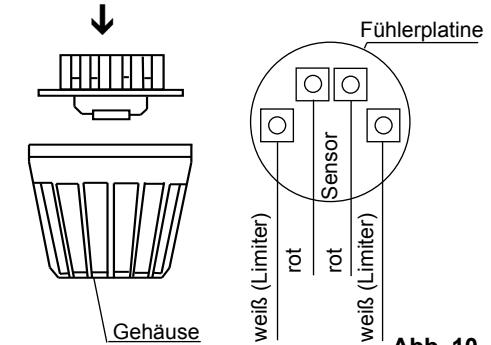

Abb. 10
4. Die Leitungen für den Begrenzer (weiß) und den Temperaturfühler (rot) gemäß Abb. 10 an der Fühlerplatte anklammern: Die Fühlerplatte anschließend in das Gehäuse einrasten.